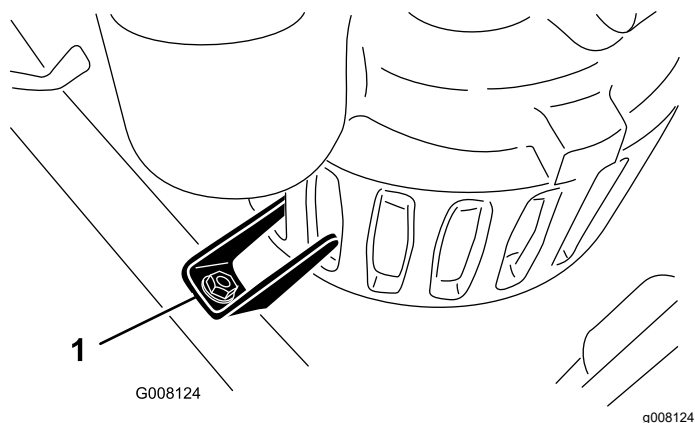

Figura 16
13. Introduci pompa în cadru și glisai-o înainte până când clema de fixare se potrivește în fantele pompei (Figura 16).